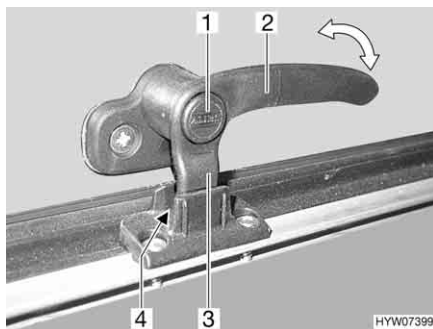

Fig. 31 Leva di serraggio in posizione "Aerazione continua"
- In posizione di "Aerazione continua" (Fig. 31)
- Premere il bottone di sicurezza (Fig. 31,1) e mantenerlo premuto.
- Ruotare la leva di serraggio (Fig. 31,3) di un quarto di giro verso il centro della finestra.
- Girare nuovamente all'indietro la leva di serraggio. Riportare contemporaneamente il nasello di chiusura (Fig. 31,3) della leva di serraggio nella rientranza della chiusura della finestra (Fig. 31,4).
- Rilasciare il bottone di sicurezza (Fig. 31,1).